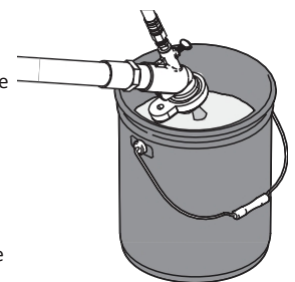

Fig. 12
3. Collocare l'uscita della pistola a spruzzo in un contenitore per rifiuti. Il contenitore dei rifiuti deve essere sufficientemente grande da contenere tutto il materiale da spruzzare. (Fig. 12)